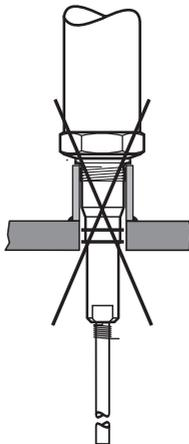
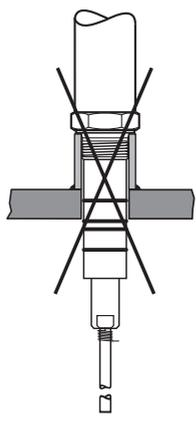

Fig. 6
Fig. 11
- Nicht in Gewindemuffe montieren! **Fig. 6, Fig. 11**